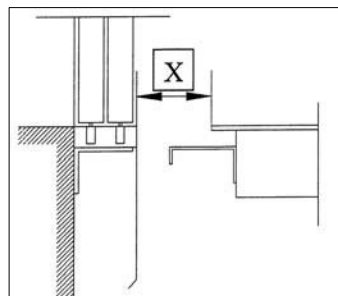

fig.3
- Verificare la distanza "X" prevista sui disegni di progetto, per un corretto posizionamento della cabina rispetto alle porte di piano. fig.3
- *Check that dimension "X" is in accordance with the dimension shown on the project drawing, between sills of the doors, see fig.3.*